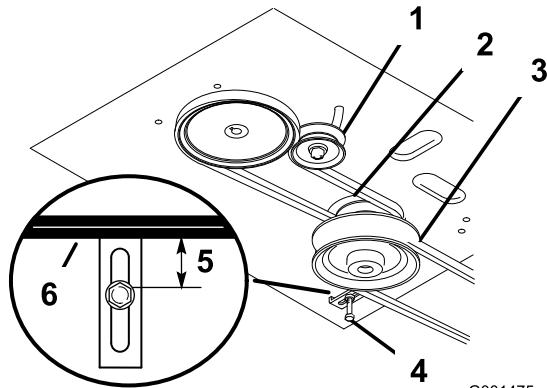

Figure 33
4. Enlevez la courroie du plateau de coupe (voir Remplacement de la courroie du plateau de coupe) (Figure 33).
5. Desserrez le boulon de pivot jusqu'à ce que la poulie de tension puisse coulisser dans la fente et déposez la courroie de transmission du moteur et des poulies d' entraînement (Figure 33).
6. Montez la courroie d'entraînement neuve sur les poulies de moteur et d' entraînement (Figure 33).
7. Insérez la poulie de tension dans le bâti du moteur pour tendre la courroie de transmission (Figure 33).
8. Installez la courroie du plateau de coupe (Figure 33).
9. Vérifiez que le guide de courroie sous le bâti du moteur est réglé correctement (Figure 33).
13. Vérifiez que le guide de courroie sous le bâti du moteur est réglé correctement (Figure 33).